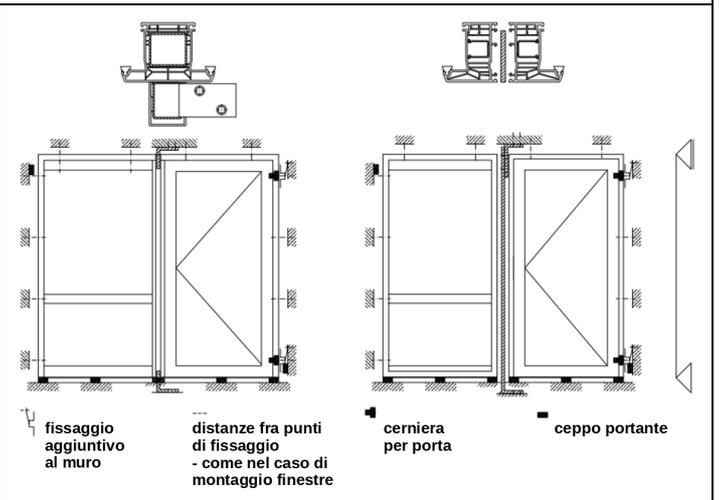

Fig. 4 - Montaggio del completo porta esterna
- nel caso di porte esterne multi-anta con montante fisso, così come nel caso di accoppiamenti vari, è necessario montare anche profili rinforzanti (fig. 4).